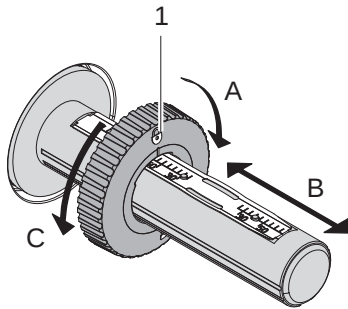

Bild 11 Inställning av kantstoppet
3. Ställ in kantstoppet (1) på avlindaren (3) i enlighet med transferfärgbandets bredd (Bild 11):
- Håll fast lindaren och lås upp kantstoppet (1) genom att vrida det i riktning A.
- Skjut kantstoppet (1) i riktning B och ställ in det till transferfärgbandets bredd med hjälp av skalan.
- Håll fast lindaren och lås kantstoppet (1) genom att vrida det i riktning C.
4. Skjut in färgbandsrullen (5) på avlindaren (3) ända till kantstoppet (1), så att färgbandets färgbäläggning är vänd nedåt vid avrullning.